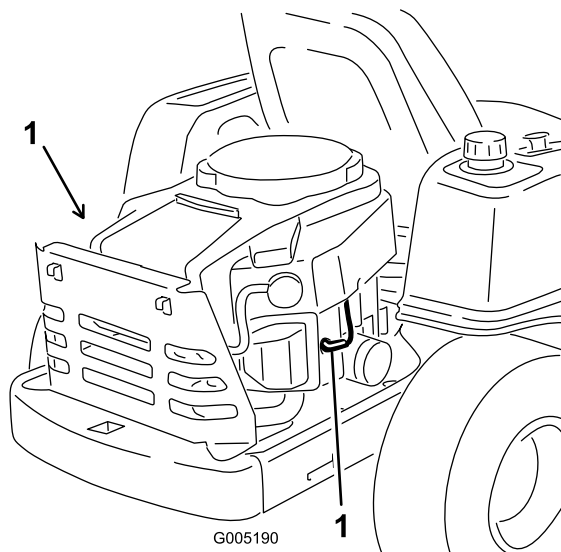

Figura 31
Desconecte el cable de la(s) bujía(s) (Figura 31).
3. Conecte el cable a la bujía (Figura 31).